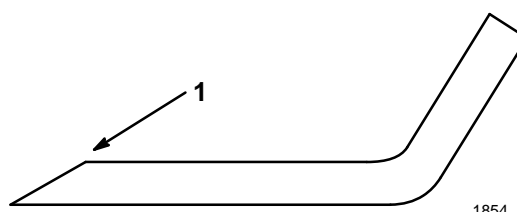

Abbildung 36
1. Mit einer Feile die Schneidkante an beiden Enden des Schnittmessers schärfen (Abb. 36). Den ursprünglichen Winkel beibehalten. Das Schnittmesser behält sein Gleichgewicht, wenn von beiden Schneidkanten die gleiche Materialmenge entfernt wird.